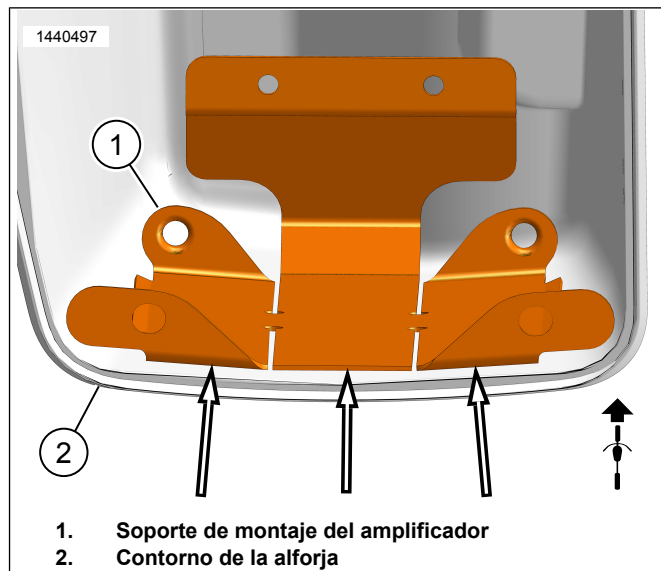

Figura 12. Contorno de la alforja
- b. Figura 12 Utilice las ranuras en la pieza de soporte del soporte (1) para doblar y ajustarse al contorno de la alforja (2) sin balancearse. Esto asegurará un mejor contacto y adherencia con la cinta. No quite la cinta en este momento.